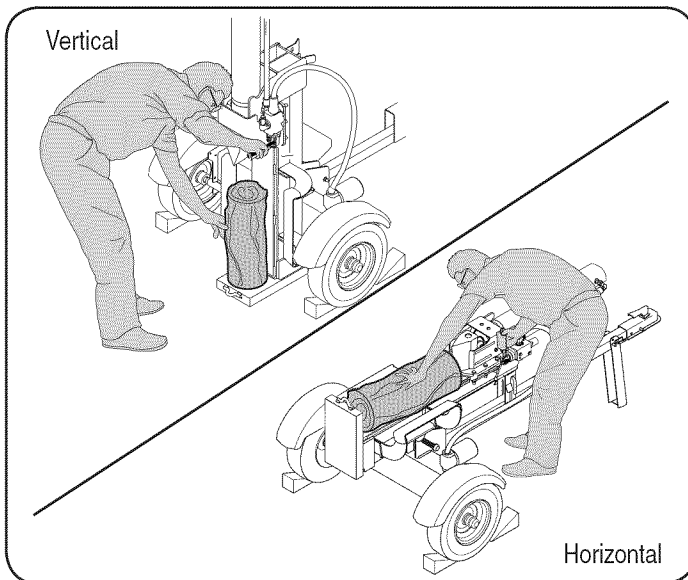

Figura 1
6. Siempre opere la máquina desde la(s) zona(s) del operador que se especifican en el manual. Vea la Figura 1.